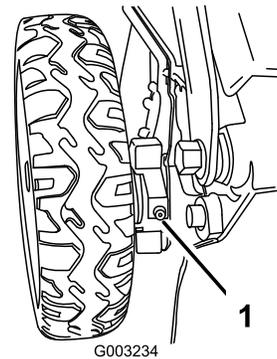

Figura 33
- Limpié con un trapo limpio los puntos de engrase situados justo dentro de las ruedas traseras (Figura 33).